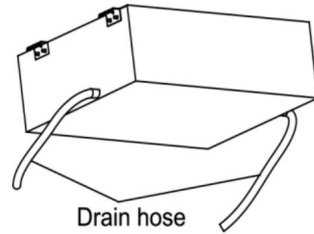

Рис. 4.22
- (5). Використовуйте відповідний зливний шланг, розмір якого дивиться в таблиці 3.3.
- (6). З лівого та правого боків є зливний отвір. Виберіть зливний отвір для відповідають місцевим умовам (рис. 4.22).
- (7). Коли пристрій постачається із заводу, зливний отвір за замовчуванням